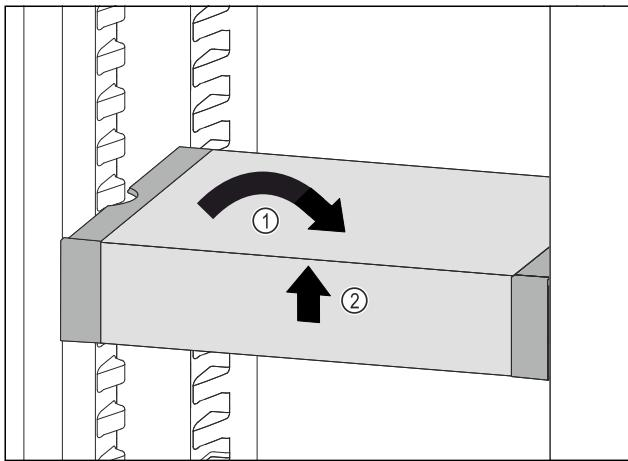

Fig. 88
► Изправете VarioSafe. *Fig. 88 (1)*
► Повдигнете VarioSafe отпред. *Fig. 88 (2)*